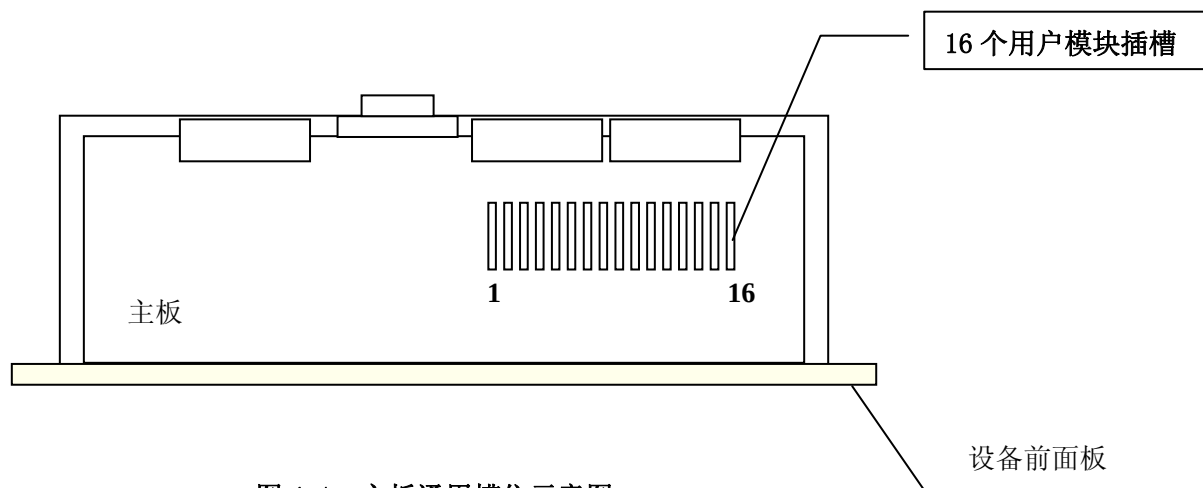

图 4-1: 主板通用槽位示意图
4.2 该设备机框内有一块主板, 上面安装有 16 个插槽 (见图 4-1), 最多可插入 16 个用户可选模块。